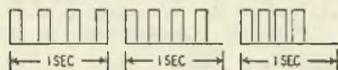

Fig. 4 - Impulsi ad ampiezza costante. La differenziazione è ottenuta variando la distanza tra impulso ed impulso
Una volta ultimati statore e rotore, isolate gli alloggi degli avvolgimenti con del nastro, e avvolgete m. 3 di filo smaltato da tre decimi in ogni braccio del rotore, e m. 10 di filo da quattro decimi nello statore. I collegamenti sono indicati nella fig. 4.
inoltre trasversalmente alla faccia interna degli stessi pezzi per prendere il fondo C, come indicato in figura 4. Questo canale è collocato a 95 mm. dall'estremità inferiore del pannello. La traversa del fondo (B) deve impegnarsi in una scanalatura di 1x1 tagliata nella faccia interna delle fiancate, come in fig. 4. L'angolo inferiore anteriore di ogni fiancata ha poi un incasso per provvedere lo spazio al piede del fronte del mobile, incasso che è di 7,5 di lunghezza per 2 di ampiezza.
La traversa inferiore (B) ha una linguetta di 1x1 tagliata ad ogni estremità per impegnarsi nella scanalatura aperta nelle fiancate (fig. 4). Una volta completato questo lavoro, si può dar mano al montaggio di queste parti.
Il correntino di riempimento, T, è fissato al suo posto, come mostra la fig. 4, con chiodini da finitura, quindi il telaio anteriore è fissato al bordo anteriore delle fiancate A e del fondo, sempre usando chiodi da finitura.